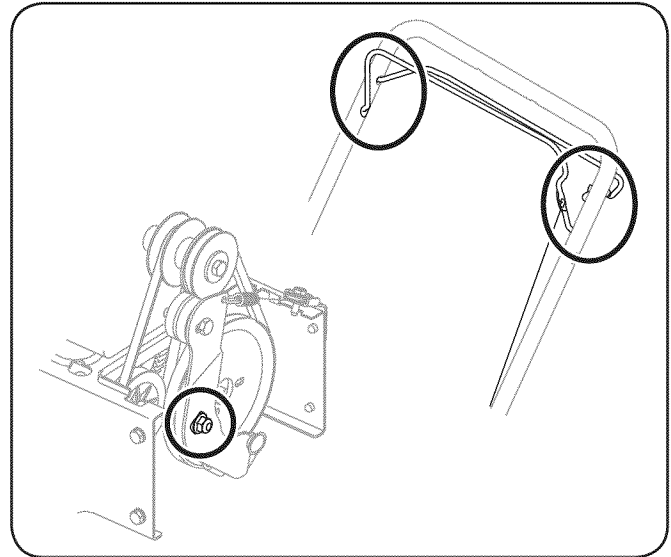

Figura 6-2
1. Una vez por temporada, lubrique los puntos de giro del control de la barrena y el control de la transmisión con un aceite liviano para motor. Vea la Figura 6-2.
2. Una vez por temporada, lubrique el soporte intermedio de la barrena con un aceite liviano. Vea la Figura 6-2.